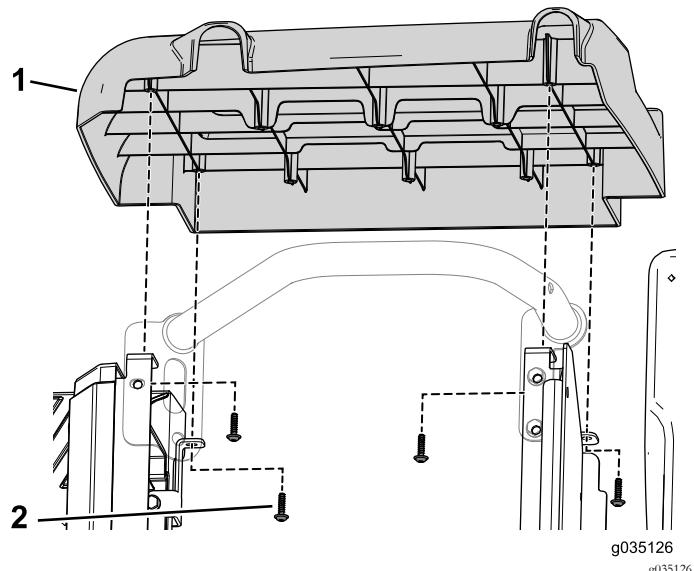

図 89
10. 右サイドカバーを座席アセンブリに固定するタッピングねじ4本を使用する図89。